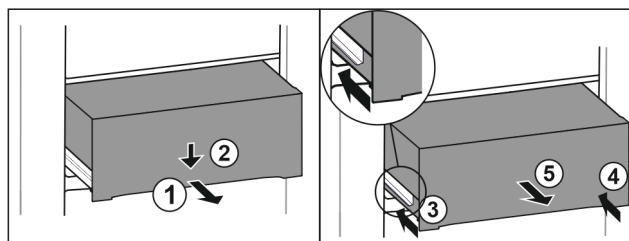

Fig. 97
- ▶ Wyciągnąć szufladę do połowy. Fig. 97 (1)
- ▶ Popchnąć szufladę z przodu w dół. Fig. 97 (2)
- ▶ Wsunąć lewą szynę o ok. 2 cm. Fig. 97 (3)
- ▶ Wsunąć prawą szynę o ok. 2 cm. Fig. 97 (4)
- ▶ Wyjąć szufladę do przodu. Fig. 97 (5)